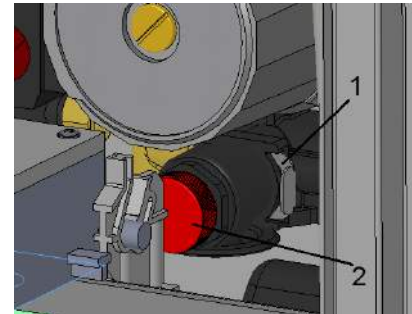

Рисунок 17 - демонтаж предохранительного клапана
- извлечь фиксатор (1), см. рисунок 17, и вытащить предохранительный клапан 2 из насоса;